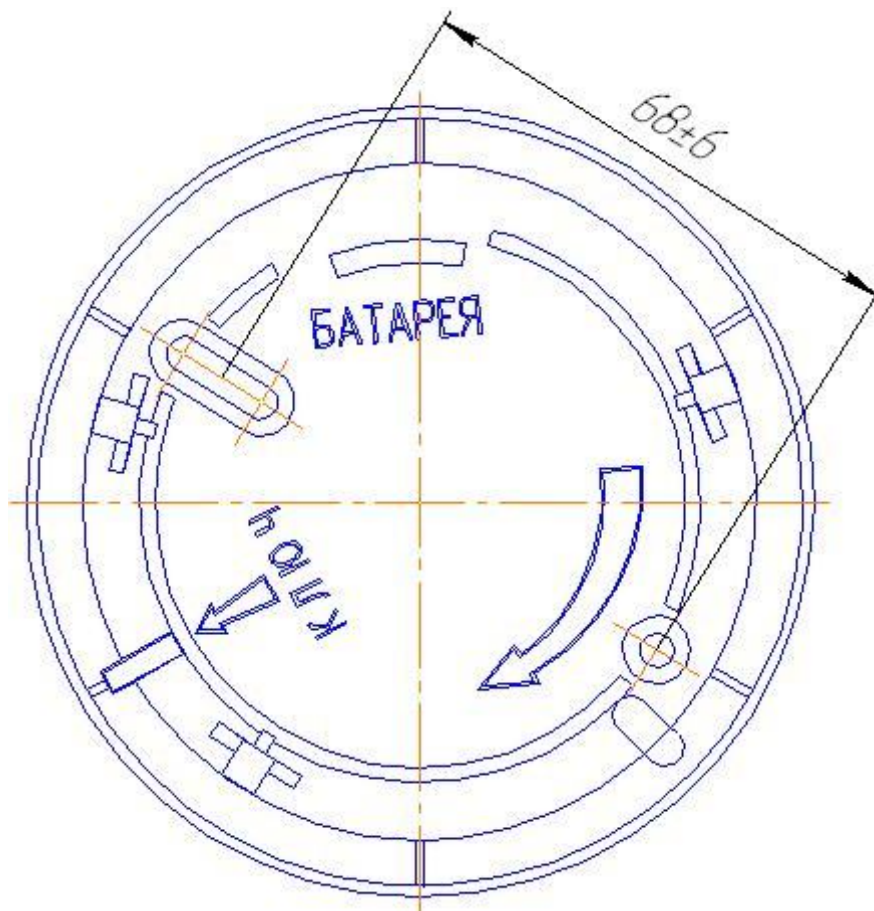

Рис. 2. Общий вид основания
8.10 Закрепить основание в месте установки сигнализатора с помощью дюбелей через два отверстия в основе. Общий вид основания приведен на рис. 2.